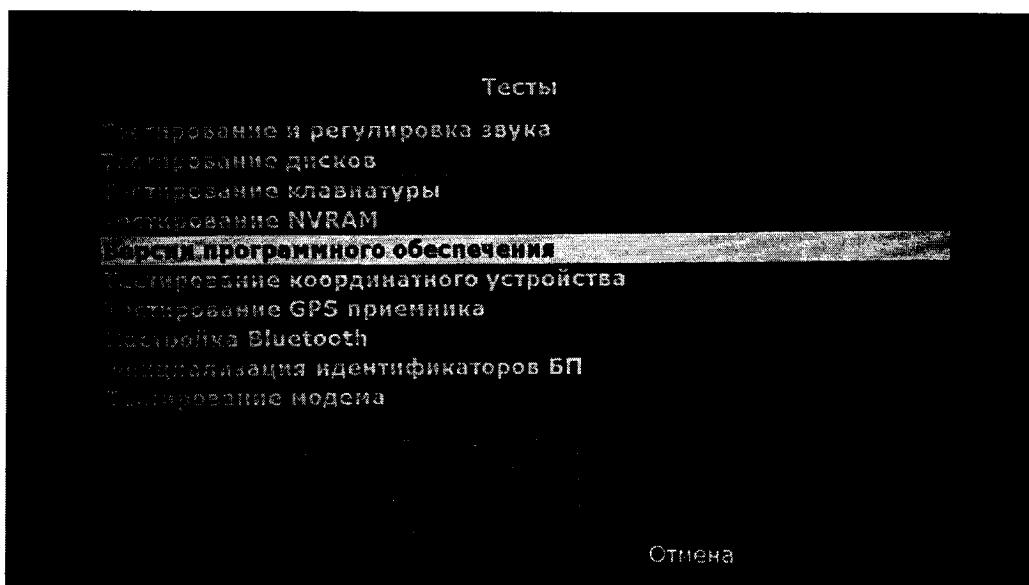

Рисунок 2.
- 8.2.4 Используя правый энкодер, выбрать тест «Версии программного обеспечения» (Рисунок 2).